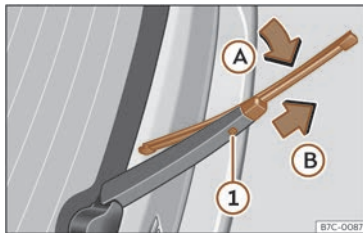

Fig. 185 Remplacement du balai d'essuie-glace arrière.
- Faites pivoter légèrement le balai d'essuie-glace >>> **fig. 185** (flèche **A**).